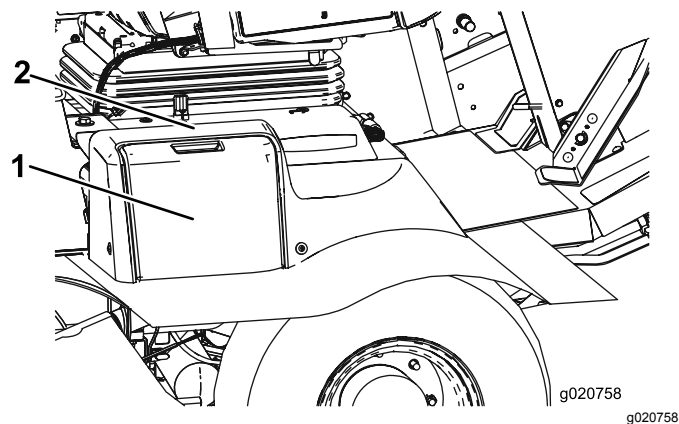

Figura 59
1. Aprite il coperchio della batteria sul lato della copertura (Figura 59).
Nota: Premete sulla superficie piatta sopra il coperchio della batteria per facilitare la rimozione del coperchio (Figura 59).